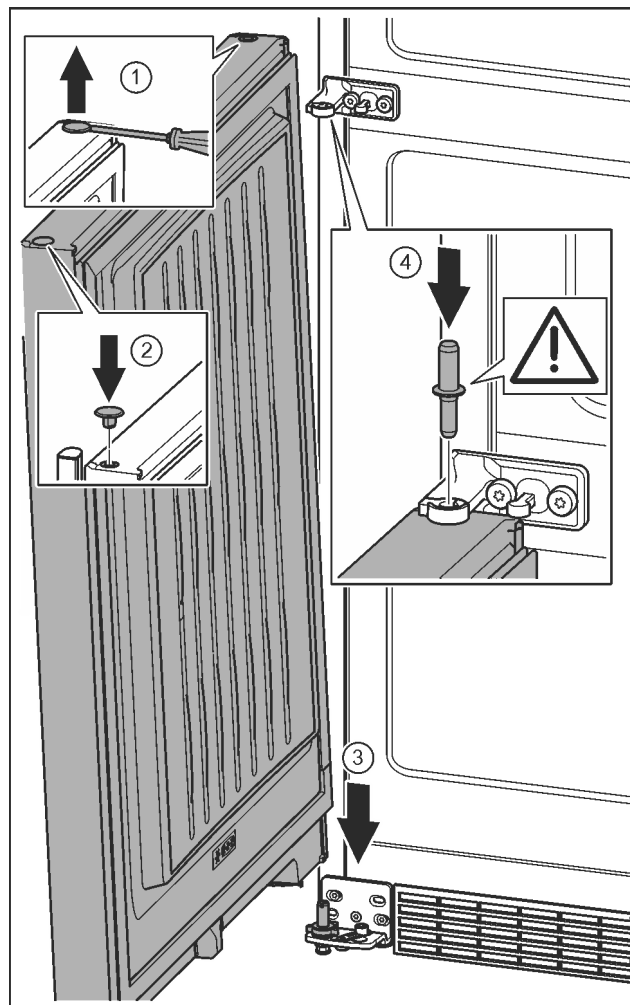

Fig. 38
- ▶ Con un cacciavite sollevare con attenzione i tappi ed estrarli. *Fig. 38 (1)*
- ▶ Inserire nuovamente i tappi sull'altro lato della porta. *Fig. 38 (2)*
- ▶ Appoggiare la porta dall'alto sul perno di supporto inferiore. *Fig. 38 (3)*
- ▶ Inserire il perno di supporto centrale attraverso il blocco di supporto centrale nella porta inferiore. Prestare attenzione che l'arresto sia rivolto verso il lato posteriore. *Fig. 38 (4)*